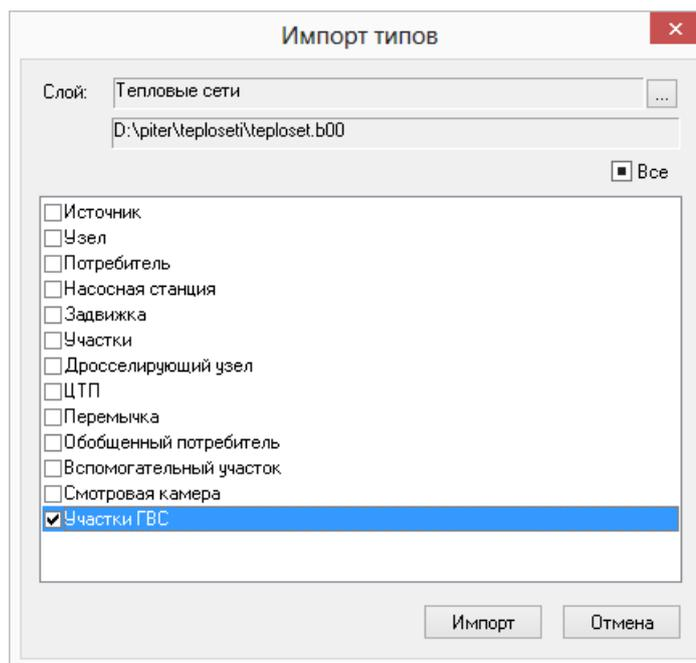

Рисунок 4.24. Выбор типов для импорта
3. В списке типов выбранного слоя отметить типы для импорта, и завершить импорт нажатием кнопки Импорт. (см. Рисунок 4.24, «Выбор типов для импорта»).